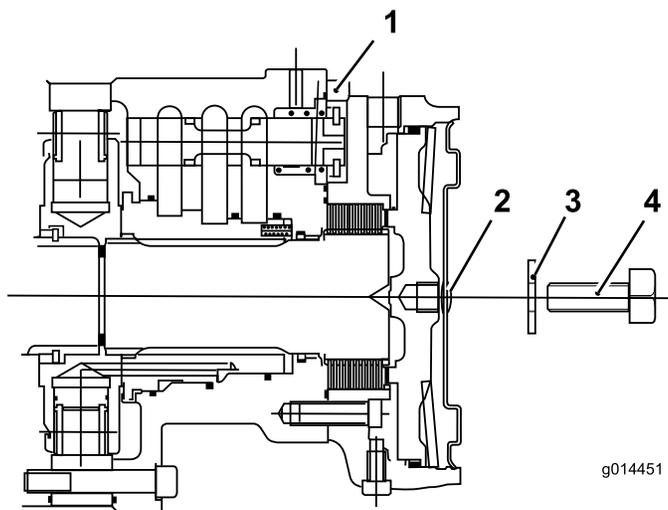

Figura 39
1. Rimuovete il bullone (12 x 40 mm) e la rondella (12 mm) dal foro al centro della piastra terminale del motore (**Figura 39**).